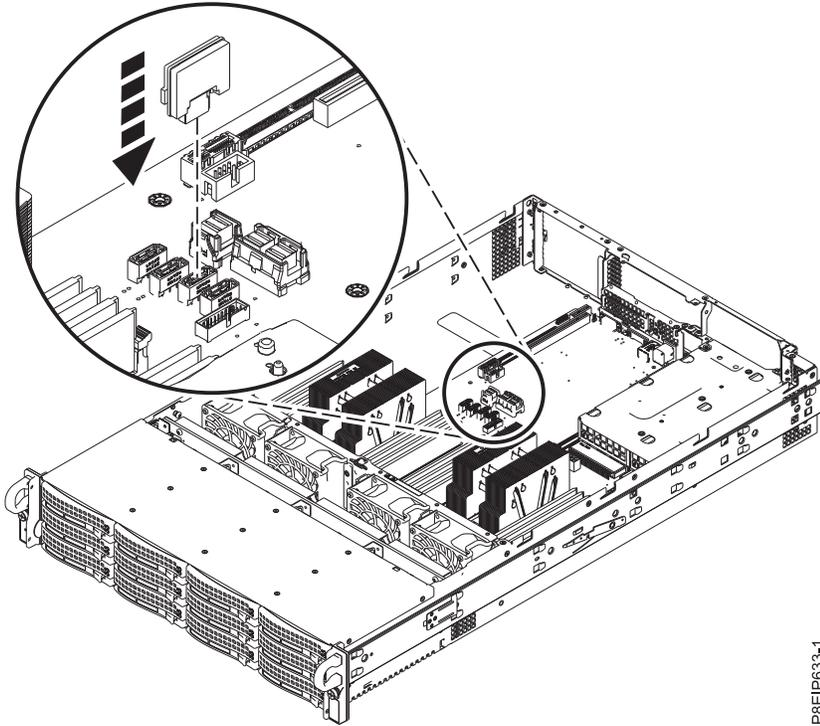

Figura 10. Instalación de una DOM
2. Instale la DOM en la placa posterior del sistema, en las posiciones **(A)**, como se muestra en la Figura 10 en la página 12. En función del modelo de DOM, también puede que tenga que conectar un cable de alimentación pequeño para la DOM. Asegúrese de conectar los conectores adecuadamente.